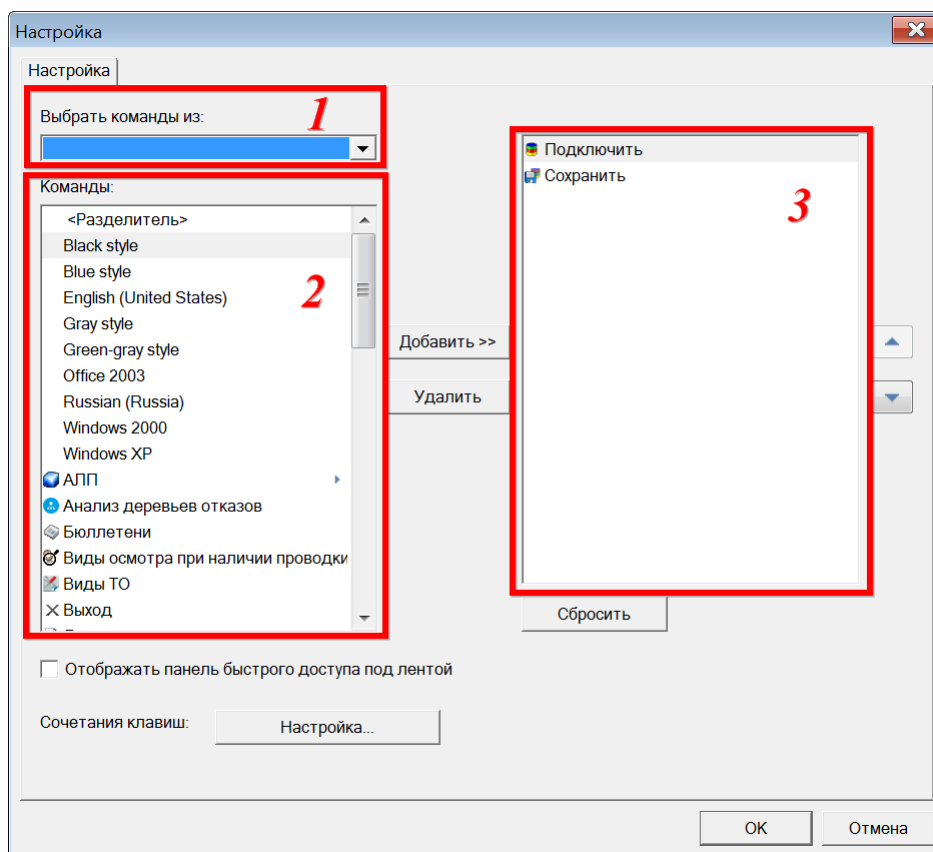
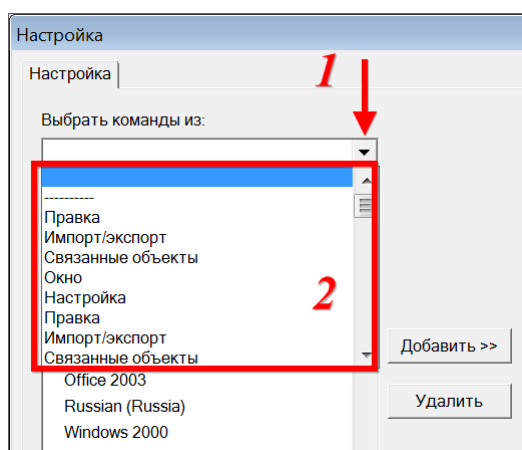
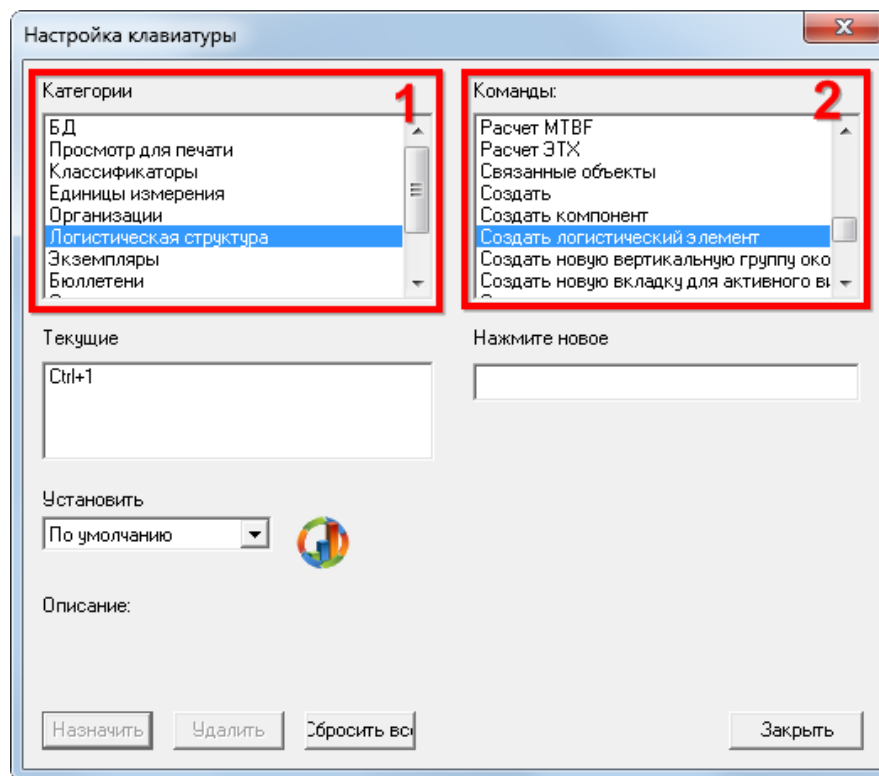

Рис. 5-6 – Настройка списка команд в панели быстрого доступа
Рис. 5-7 – Группы команд в программе
Рис. 5-11 – Окно «Настройка клавиатуры»
1) В меню настройки панели выбрать в списке «Другие команды...». При этом откроется окно «Настройка» (рис. 5-6).
2) Раскрыть выпадающий список в поле «Выбрать команды из», в котором перечислены группы команд программы ILS Suite (область 1 на рис. 5-6).
3) Выбрать из выпадающего списка тип рабочего окна или БД (кнопка «БД») (рис. 5-7). В поле «Команды» (область 2 на рис. 5-6) отображаются команды выбранной группы.
4) Выбрать нужную команду в блоке «Команды:» из списка (область 2 на рис. 5-6) и нажать кнопку «Добавить». Выбранная команда добавится в правую часть окна «Настройка» (область 3 на рис. 5-6), в котором отображены команды из панели быстрого доступа.
7) Для удаления команды из панели быстрого доступа необходимо выбрать наименование в правой области (область 3 на рис. 5-6) и нажать кнопку «Удалить».
1) Нажать кнопку «Настройка...» в окне «Настройка» (рис. 5-6). Откроется окно «Настройка клавиатуры» (рис. 5-11).